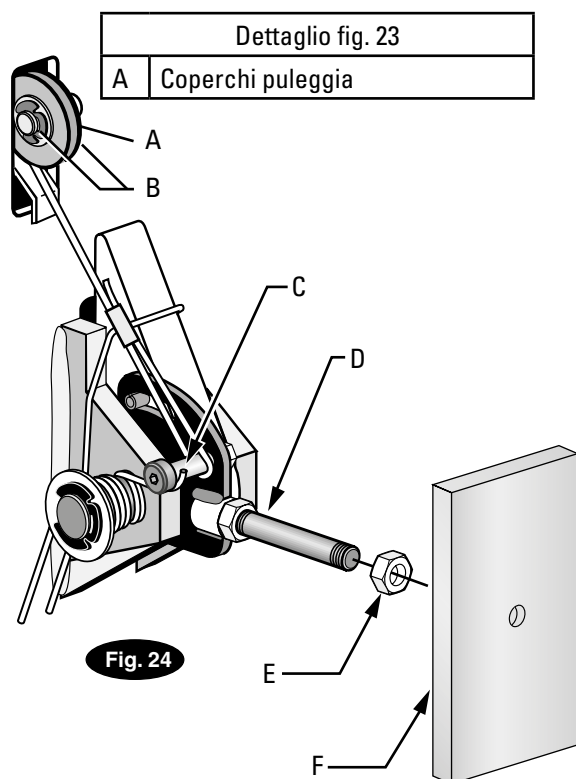
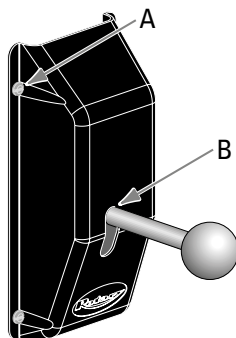

Fig. 24
Fig. 27
- Far passare l'ansa del cavo sull'estremità della vite con spallamento sul lato destro della piastra di comando del gancio di arresto, fig. 24.
- Far passare l'altro capo del cavo attraverso la fessura per la puleggia del cavo del gancio di arresto e assicurarsi che il cavo passi tra il lato inferiore della puleggia del cavo del gancio di arresto e il coperchio della puleggia, e poi all'interno della colonna di destra, fig. 24.
Dettaglio fig. 24
- J) Adesso è ASSOLUTAMENTE necessario montare la leva del gancio di arresto, il controdado e il coperchio del gancio di arresto della colonna destra, fig. 24 & fig. 27. Montare la testa sferica della leva del gancio di arresto, fig. 27.
Dettaglio fig. 27